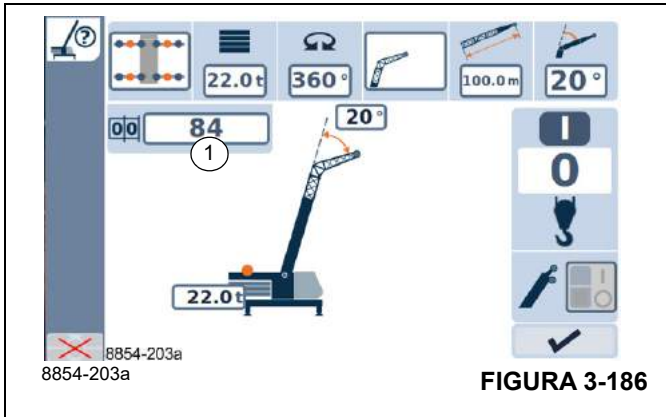

FIGURA 3-186
Seleccione el número (1), (Figura 3-186), y, mediante los botones de flecha en el tablero de control o en el cuadrante selector, introduzca el código RCL y confirme.